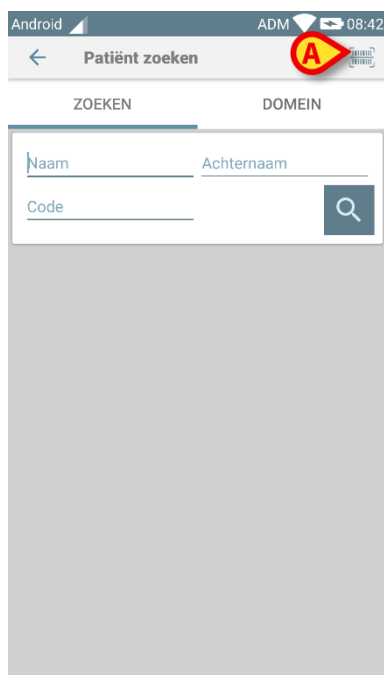

Fig 38
- Druk op de  icoon, weergegeven in Fig 38 **A**.